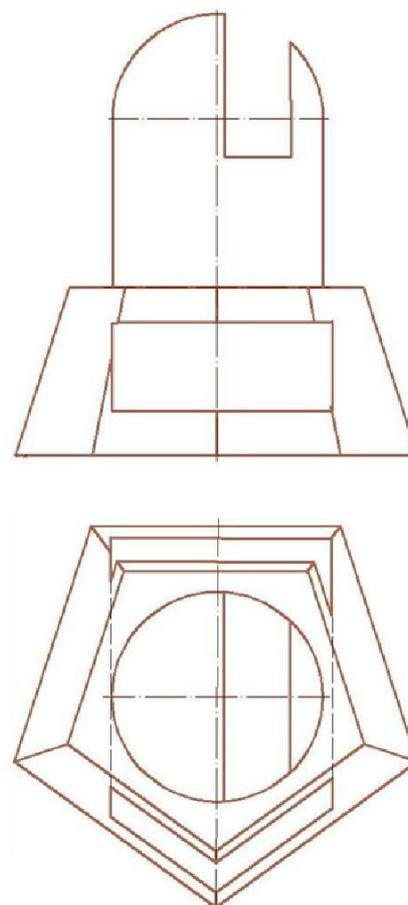
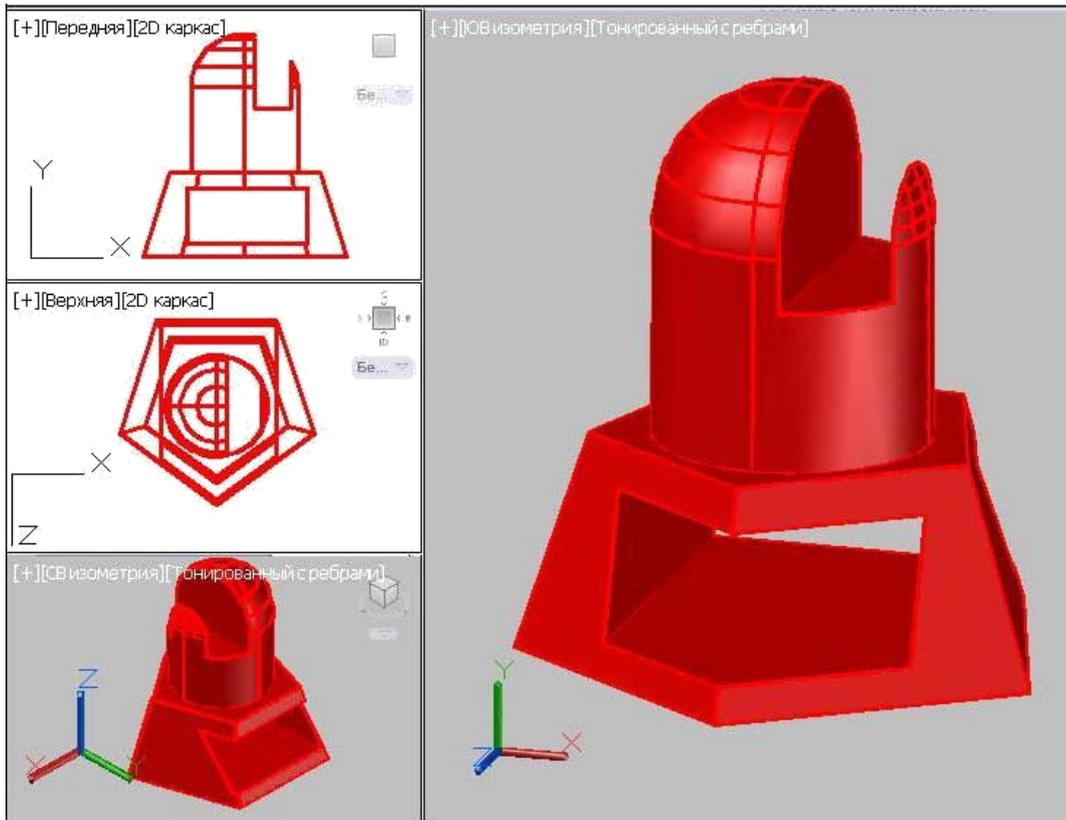

Рис. 5.22. Исходные данные к практическому занятию №5 «Трехмерное моделирование»
Рис. 5.29. Изображение твердотельного объекта в завершенном виде
Необходимо создать 3D-модель по заданным двум проекциям (возможно без учета размеров, соблюдая только пропорции объекта) (рис. 5.22).
1. Проанализировать последовательность создания объекта. Необходимо разделить его на простые составляющие трехмерные объекты. Например, геометрический объект, изображенный на рис. 5.22 (наглядное изображение рис. 5.29), можно разделить на пятиугольную усеченную пирамиду, цилиндр и полусферу. В объекте имеются также сквозные пазы прямоугольной формы.
– С помощью команды  **Вычитание** создать в моделируемом теле сквозное отверстие и паз. Для этого сначала указать тела, из которых будет производиться вычитание: пирамиду, цилиндр и сферу. Далее завершить выбор и указать тела, которые необходимо вычесть, т. е. призмы, формирующие отверстие и паз. После завершения команды на экране появится окончательно сформированный объект, который можно визуализировать различными визуальными стилями и поворачивать под любым углом к наблюдателю с помощью команды **Орбита** . Объединить составные примитивы в единый объект . При этом объект становится единым и примет свойства первого из указанных (например, цвет объекта) (рис. 5.29).